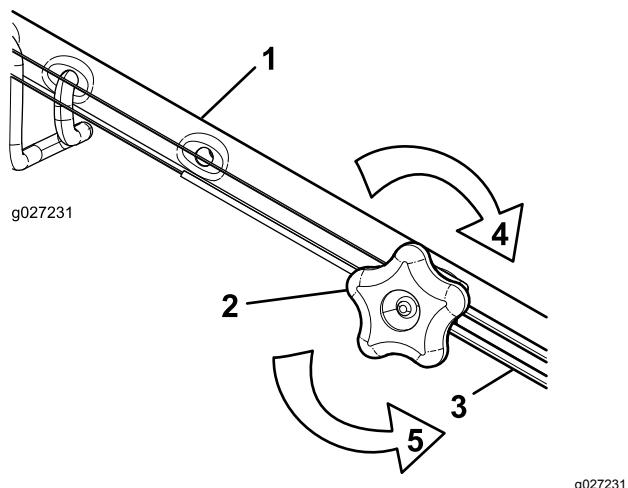

Figura 38
- Gire el pomo de ajuste en sentido antihorario para aflojar el cable (Figura 38).
- Ajuste la tensión del cable (Figura 38) tirando del mismo hacia atrás o empujándolo hacia adelante, y manténgalo en esa posición.